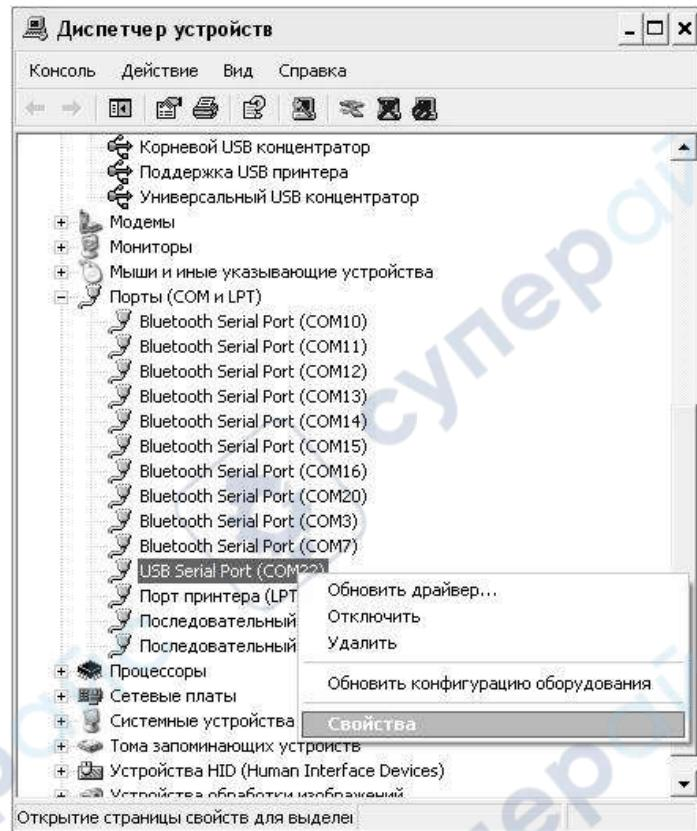
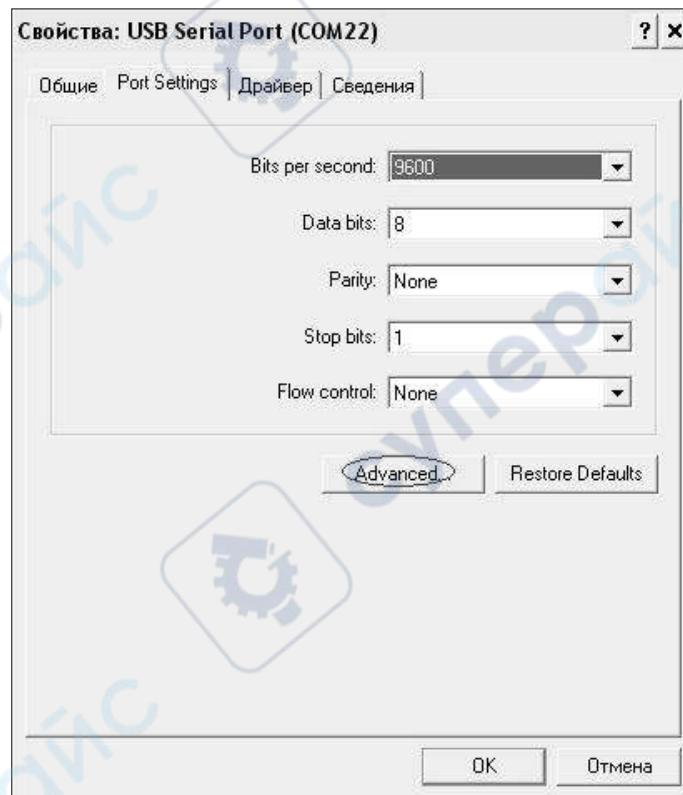
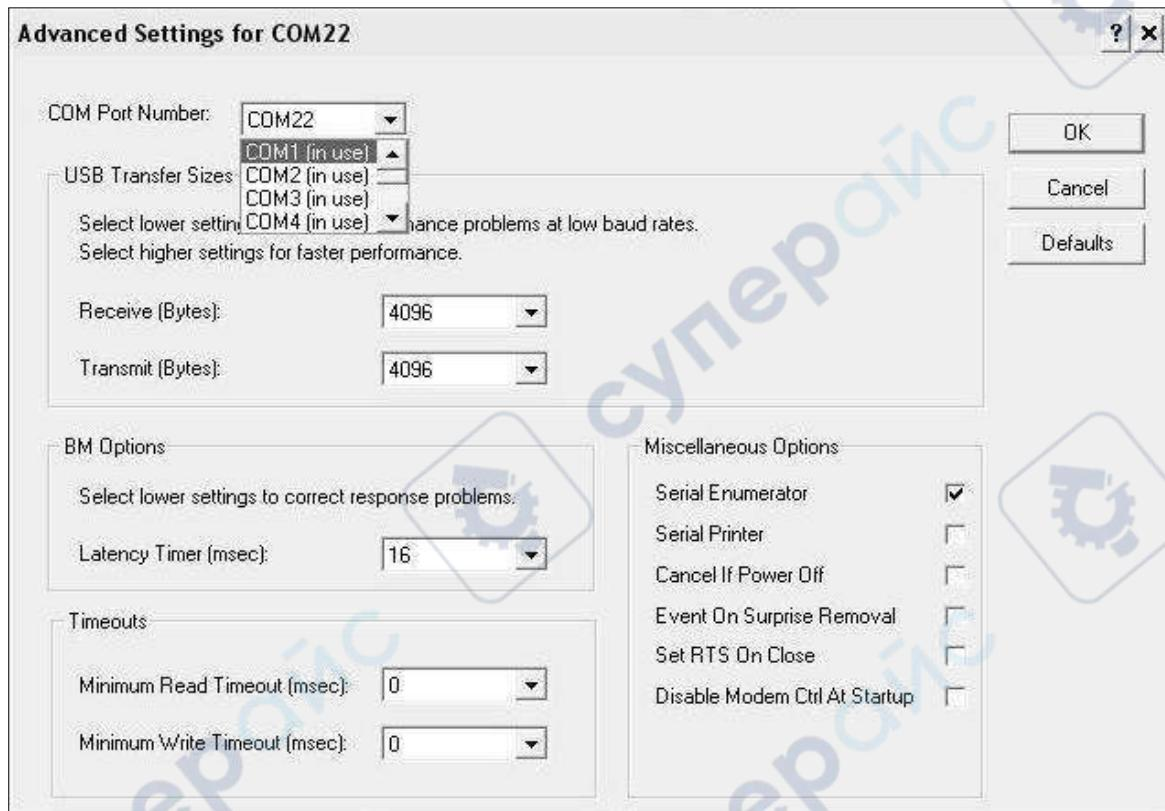

Рисунок 2.7 – Окно диспетчера устройств
Рисунок 2.8 – Окно свойств USB-порта
Рисунок 2.9 – Дополнительные настройки драйвера
- найти строку «USB Serial Port (COM№)», в скобках указан номер COM-порта, если номер в скобках «1» настройка завершена - ничего менять не нужно, если номер не «1» необходимо вызвать окно свойств «USB Serial Port (COM №)» (правой клавишей мыши щелкнуть по строке USB Serial Port (COM №) и выбрать пункт меню «Свойства») (рисунок 2.7), перейти на вкладку «Параметры Окна», нажать кнопку «Дополнительно» (рисунок 2.8) и в выпадающем списке «Номер Сом-порта» выбрать «СОМ 1» (рисунок 2.9), нажать кнопку «OK».